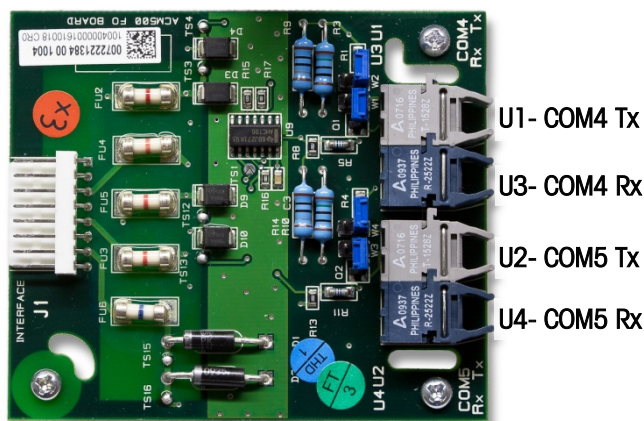
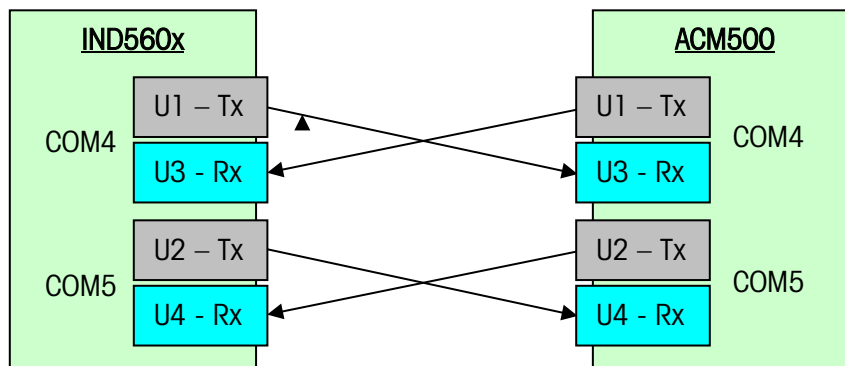

Figura 3-9: Scheda di interfaccia a fibra ottica
Figura 3-10: Diagramma di connessione cavo a fibra ottica
3. connettendo i cavi a fibra ottica alla COM4, stabilire quale dei due cavi proviene dalla porta COM4 dello IND560x. Attaccare il cavo a fibra ottica dal trasmettitore COM4(U1) dello IND560x nel ricevitore COM4 (U3) dello ACM500 e il cavo dal ricevitore COM4 (U3) nel trasmettitore COM4 (U1) dello ACM500. Osservare la Figura 3-9 per identificare trasmettitori e ricevitori sulla scheda di interfaccia a fibra ottica dello ACM500. La Figura 3-10 mostra il cablaggio corretto fra lo IND560x e lo ACM500.
4. Installando una connessione alla COM5, stabilire quale dei due cavi a fibra ottica proviene dalla porta COM5 dello IND560x. Attaccare il cavo a fibra ottica dal trasmettitore COM5(U2) dello IND560x nel ricevitore COM5 (U4) dello ACM500 e il cavo dal ricevitore COM5 (U4) nel trasmettitore COM5 (U2) dello ACM500. La Figura 3-10 mostra il cablaggio corretto fra lo IND560x e lo ACM500.